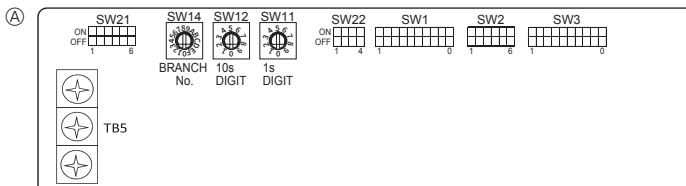

Fig. 5-10
- ③ Kablo uzaktan kumanda (Kablosuz sinyal alıcı monte edilirken)
- ④ İç iletim kablosu terminal bloku
- ⑤ Dış iletim kablosu terminal bloku (M1(A), M2(B), Ⓣ(S))
- ⑥ Uzaktan kumanda ünitesi
- ⑦ kablosuz sinyal alıcısı
- ⑧ kablosuz uzaktan kumanda
5.6. Adreslerin düzenlenmesi (Fig. 5-10)
- ① Adreslerin düzenlenmesi
- ② SW14 Branşman numaralarının düzenlenmesi (Yalnız R2 serileri)
5.7. Yüksek tavan için veya hava çıkışlarının sayısının değiştirilmesi sırasında anahtar düzenlemeleri (Fig. 5-10)
5.8. Oda sıcaklığının uzaktan kumanda ünitesindeki entegre sensörle algılanması (Fig. 5-10)